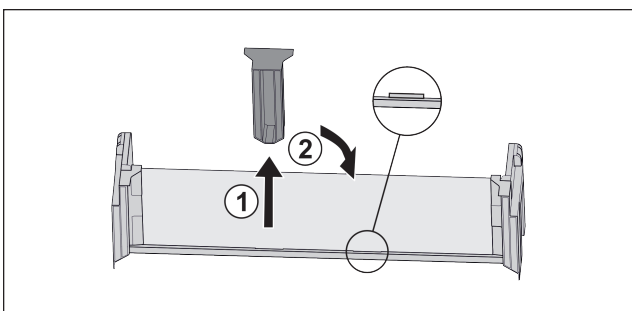

Fig. 22
- ▶ Снимите среднюю поддерживающую деталь Fig. 22 (1).
- ▶ Вставьте среднюю поддерживающую деталь во вторую позицию Fig. 22 (2).